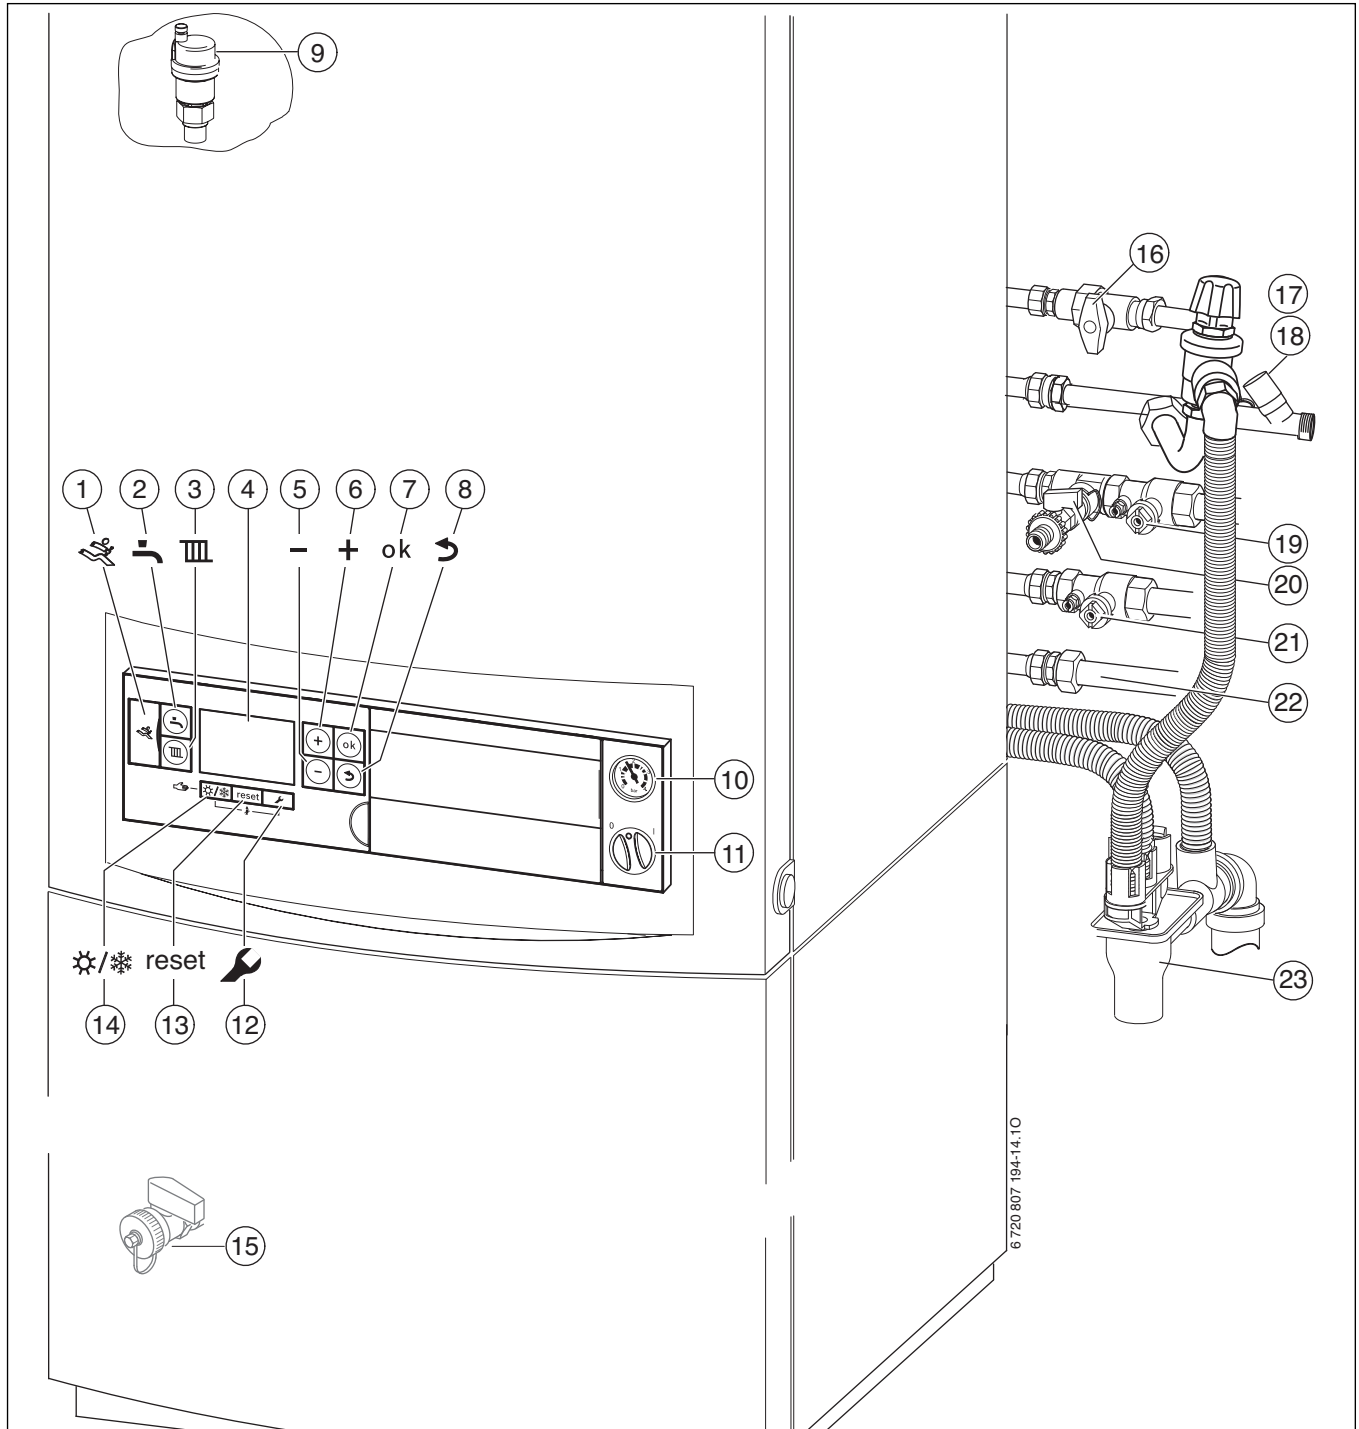

Bild 76
- ▶ Heizungsanlaufhahn und Heizungsrücklaufhahn (→ Bild 76, [21] und [23]) öffnen.
- ▶ Automatischen Entlüfter öffnen (offen lassen) (→ Bild 76, [9], Seite 40).